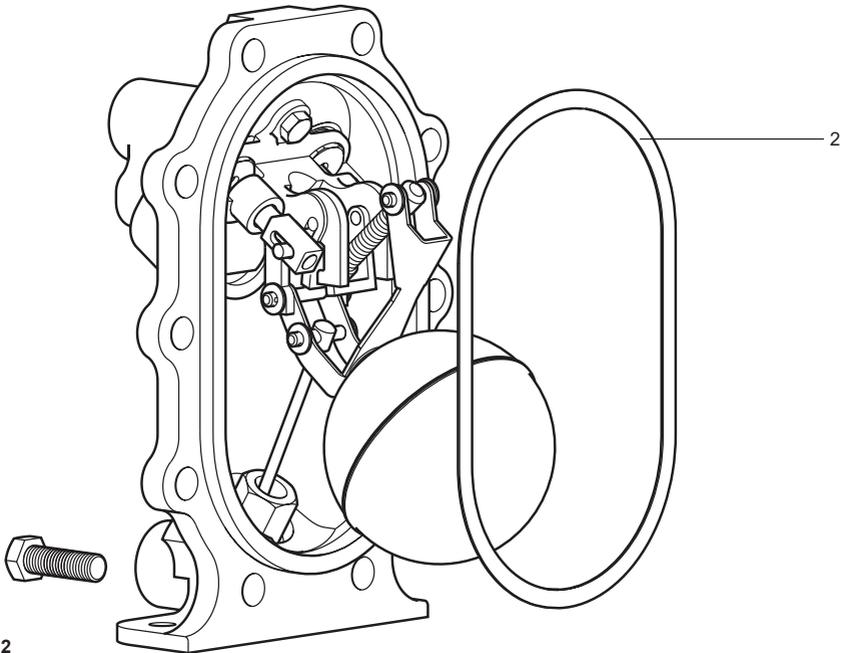

Fig. 2
3. Instale cuidadosamente uma nova junta (item 2) no corpo existente (Ver Fig. 2).